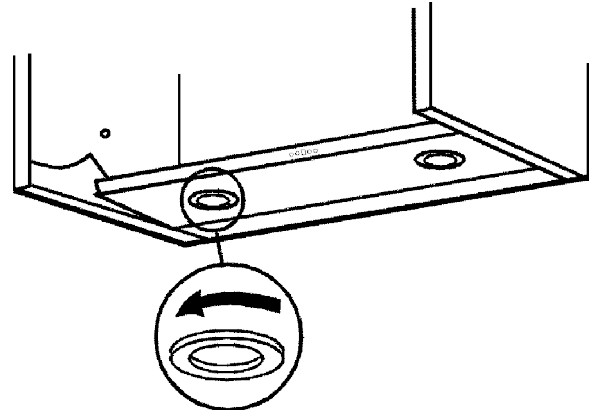

fig.6
2. Dévissez les caches dans le sens contraire des aiguilles d'une montre (fig. 6).